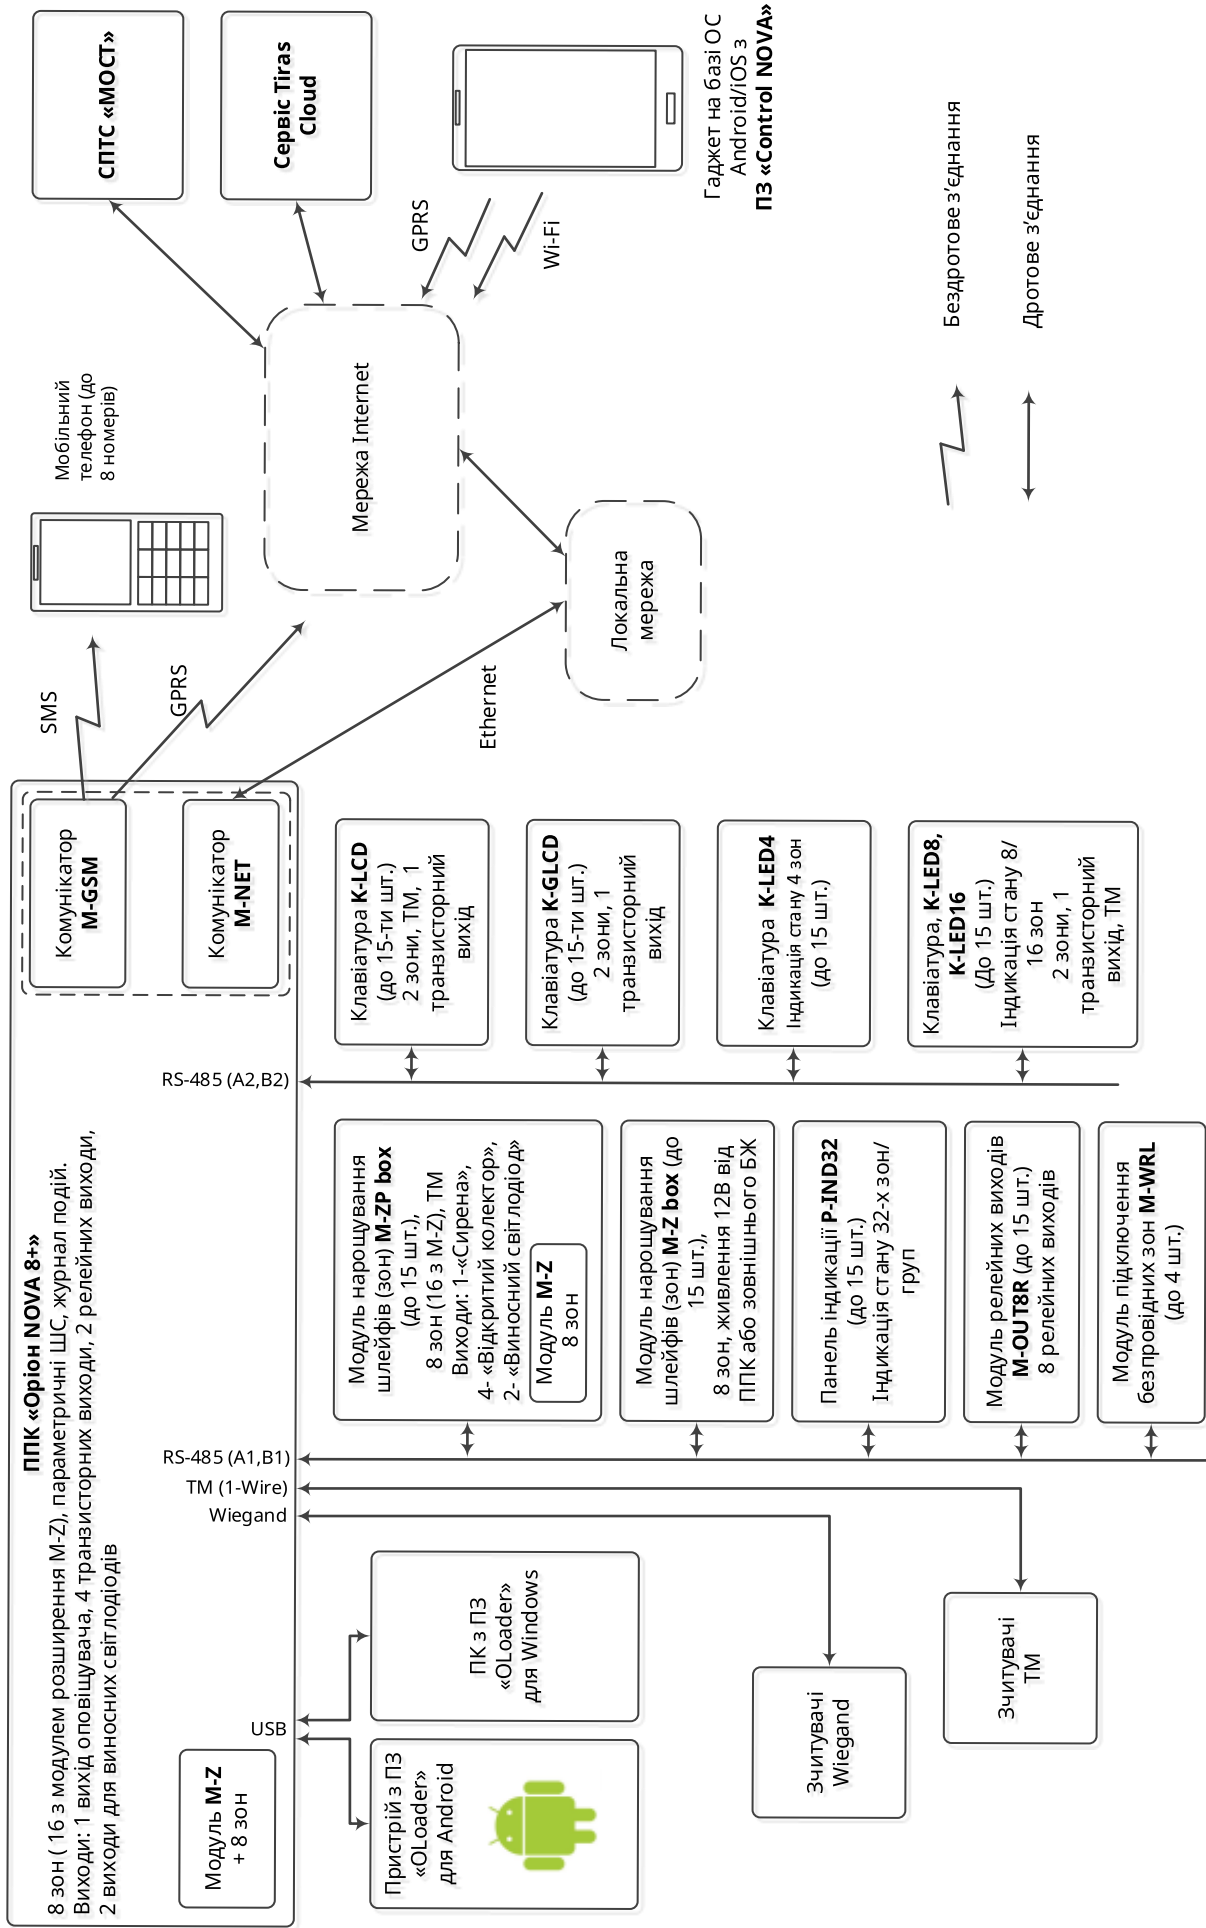

Рисунок 1.1 – Структурна схема системи охоронної сигналізації на базі ППК «Оріон NOVA 8+»
1.3.4 До ППК «Оріон NOVA 8+», що є **базовим блоком** системи охоронної сигналізації (далі - системи), можливо підключити наступні модулі (Рисунок 1.1):